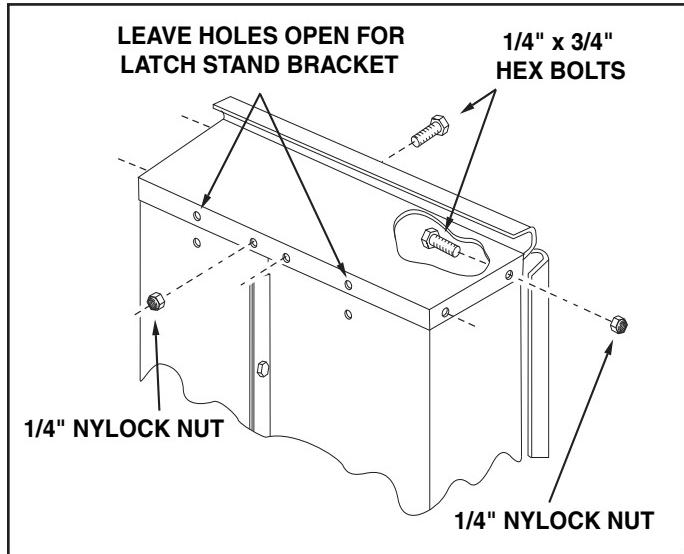

FIGURE 5
9. Assemble the front panel over the end of the cart using six $1/4'' \times 3/4''$ hex bolts and $1/4''$ nylock nuts as shown in figure 5. Leave two holes in the bottom of the panel empty as shown. With the cart body halves pulled together, **tighten** the bolts in the bottom of the front panel, then **tighten** the bolts in the sides. See figure 5.
9. Assemblez le panneau avant sur l'extrémité de la remorque en utilisant six boulons hex. 1/4" x 3/4" et des contre-écrous hex 1/4" comme montré dans la figure 5. Laissez deux trous vides en bas du panneau comme indiqué. Ayant les éléments de moitié de carrosserie lies l'un à l'autre, serrez les boulons en bas du panneau avant, puis serrez les boulons sur les côtés. Voir figure 5. A ce stade, serrez les boulons assemblés lors de l'étape 4, ce qui fixe le bas de la remorque avec celle-ci.